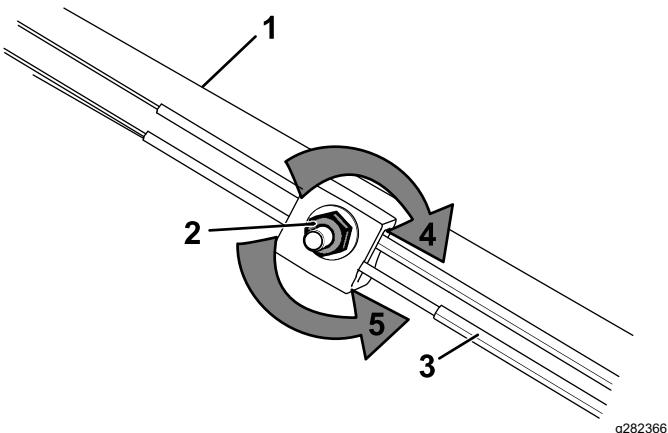

Figura 52
1. Girate il dado di regolazione in senso antiorario per allentare la regolazione del cavo (Figura 52).
2. Regolate la tensione sul cavo (Figura 52) tirandola in avanti o spingendola indietro e tenendo la posizione.